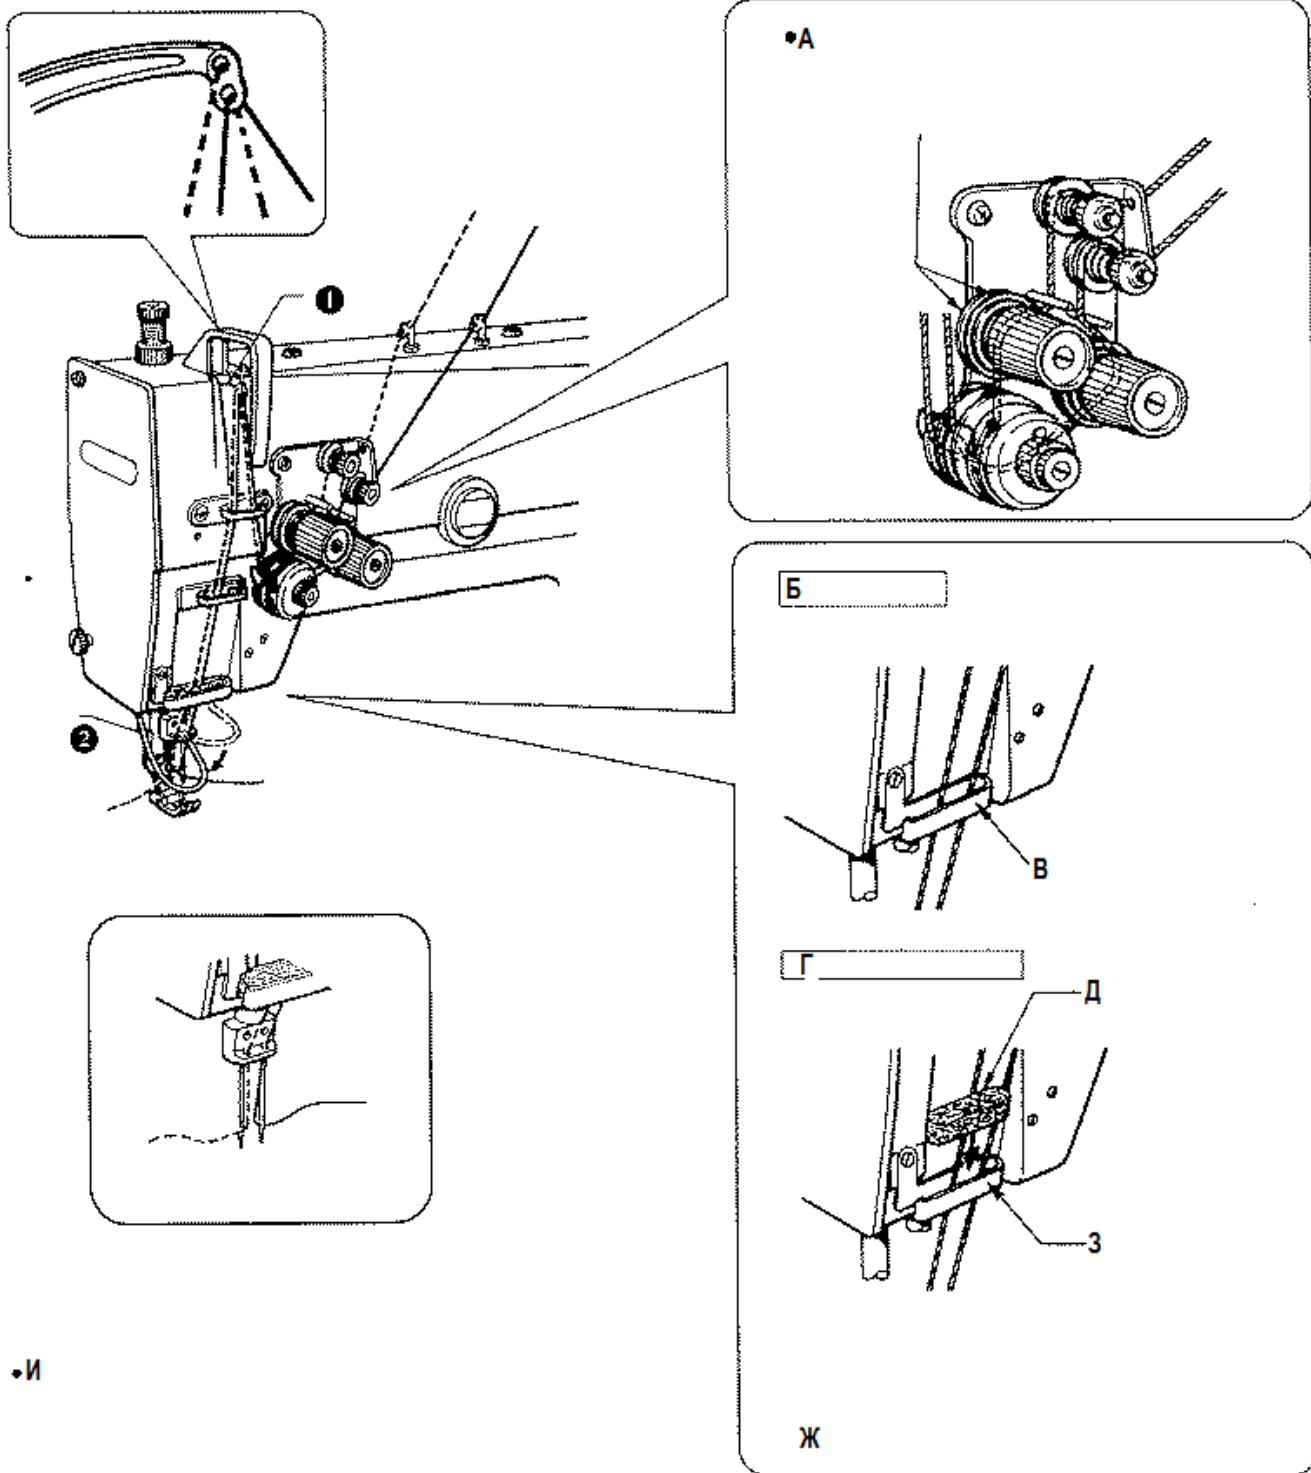

рис.23
14. Заправка верхней нити. (Рис.23)